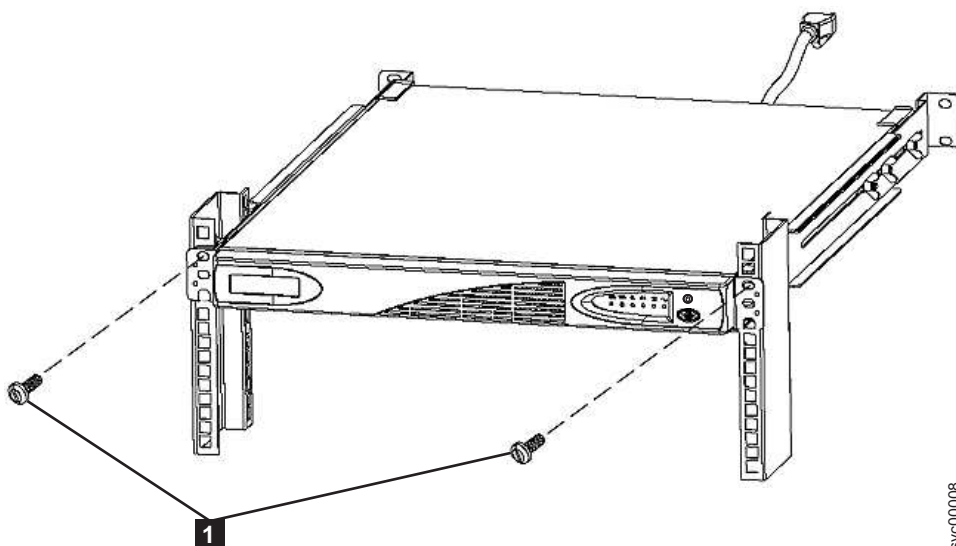

Figura 341. Montando parafusos para o 2145 UPS-1U
9. Na parte dianteira do 2145 UPS-1U, retire os dois parafusos de montagem **1**, conforme mostrado no Figura 341 na página 426.